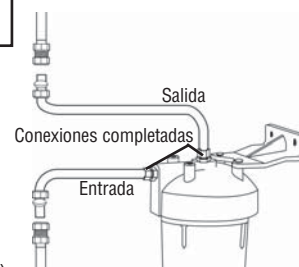

Figura 9
- Conecte ambos pedazos de tubería al filtro y tubo de agua como se indica con los accesorios de compresión. No apriete las tuercas demasiado. (Figura 9)